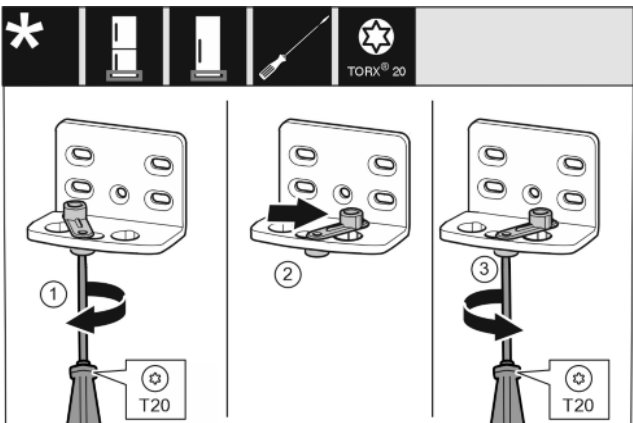

Fig. 14
- ▶ Skrutkovačom T20 voľne zaskrutkujte skrutku. Fig. 14 (1)
- ▶ Pomôcku na zatváranie dverí zdvihnite a otočte o 90° doprava v otvore. Fig. 14 (2)
- ▶ Skrutkovačom T20 pevne zaskrutkujte skrutku. Fig. 14 (3)